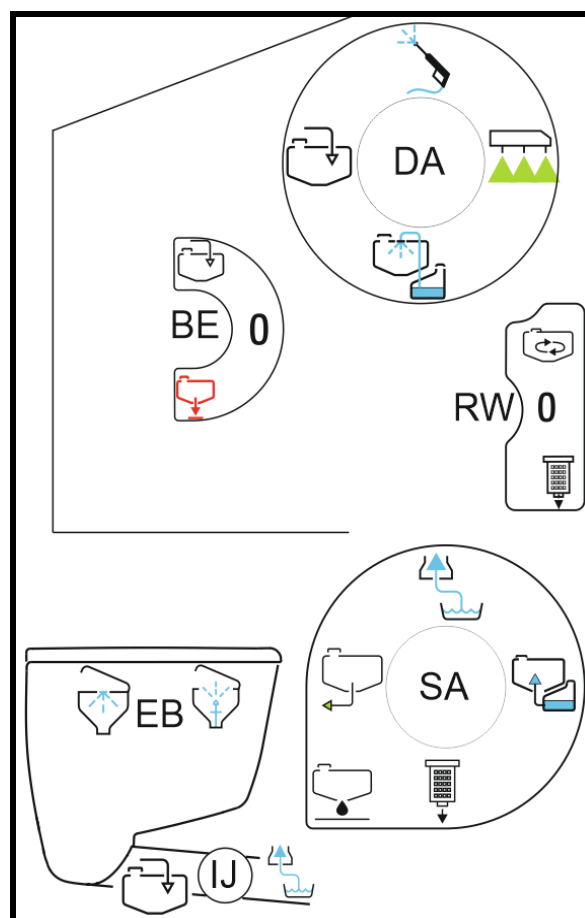

Fig. 116
5. Løs lokket til sugefilteret (Fig. 116/2).
6. Betjen sikkerhetsventilen på sugefilteret (Fig. 116/1).
7. Ta av lokket samt sugefilter (Fig. 116/3) og rengjør med vann.